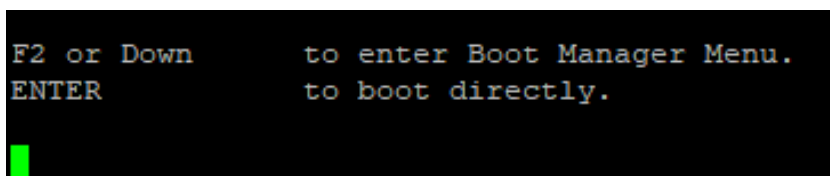

Рисунок 7 – Вход в меню BIOS
2.3.2.1 Для того, чтобы зайти в меню BIOS, во время загрузки нужно нажать клавишу «F2» или «Down» на клавиатуре или в терминале (рисунок 7).